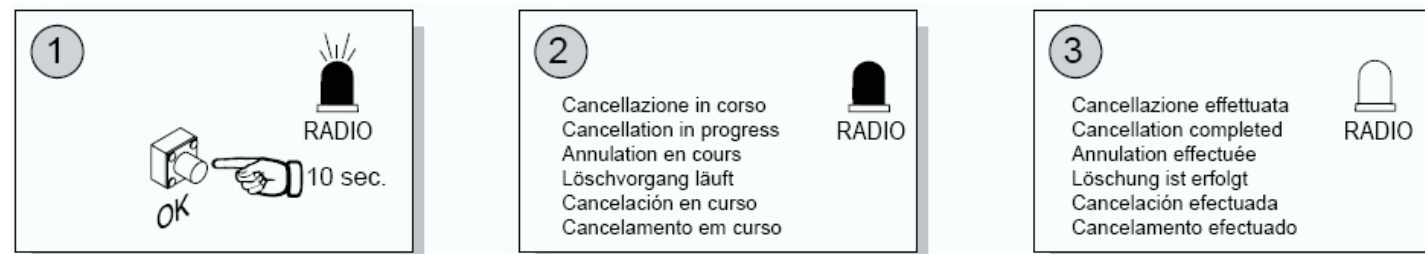

рис. 21
10.2. Программирование пультов вручную (рис. 21).
10.3. Программирование пультов д/у на расстоянии (рис. 21).
10.4. Стирание пультов (рис.21).
В случае отключения электричества или при поломке, для управления воротами вручную, потяните за веревочку каретки как на рис.21. Для помещений без дополнительного выхода необходимо устанавливать разблокиратор с ключом наружный (напр. Мод. SM-рис.2 или модель SET/S рис.3).